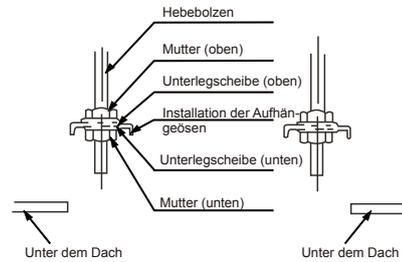

Abbildung 3.1
1. Passen Sie die Position der Muttern an. Die Größe des Spalts zwischen der Unterlegscheibe (Boden) und der Decke sollte sich nach den tatsächlichen Bauarbeiten richten. Siehe Abb. 3.1